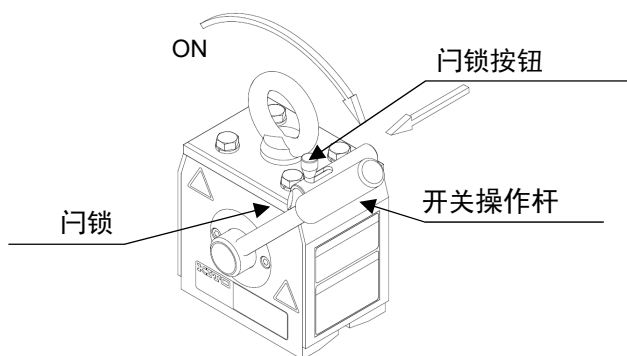

图10-1 KRD8、KRD16
- ⑤ 打开开关操作杆
- ⑤-1 KRD8、KRD16 参考图10-1